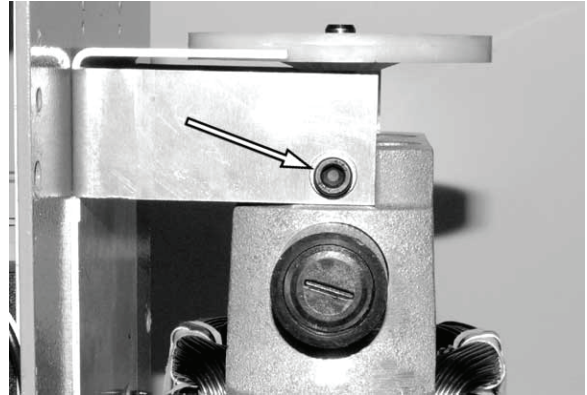

Abbildung 30.
7. Siehe Abbildung 30. Die beiden Umlenblechhalterungen der Motorschrauben (eine auf jeder Seite) entfernen und die elektrische Klammer daneben legen.